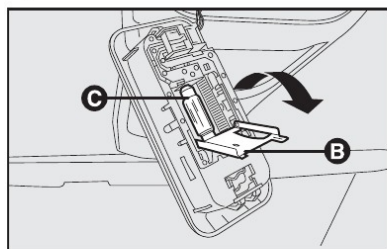

fig. 30
- substituir as lâmpadas **C-fig. 30** desvinculando-as dos contatos laterais e certificando-se de que as novas lâmpadas estejam corretamente bloqueadas entre os contatos;